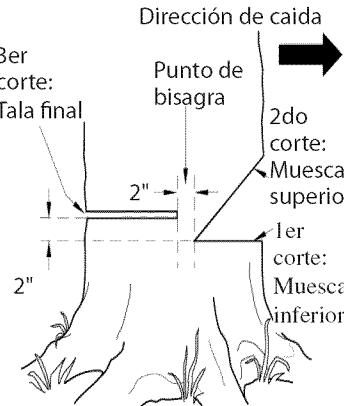

Figura 15 - Tala de un árbol
La preparación correcta de una muesca determinará la dirección en que caerá el árbol. Corte la muesca del lado del árbol correspondiente a la dirección en la cual desea que éste caiga (vea la Figura 15). Siga las instrucciones a continuación para cortar la muesca.
- Haga el corte inferior de la muesca tan cerca del suelo como sea posible. Sujete la sierra de modo que la barra de guía se encuentre en posición horizontal. Corte a través del tronco del árbol hasta atravesar 1/3 de su diámetro (vea la Figura 15). *Nota:* Haga siempre este corte inferior horizontal en primer lugar. Si la hace en segundo lugar, el árbol puede presionar la cadena o la barra de guía.
Por ejemplo: Si el corte inferior tiene una profundidad de 20 cm, comience el corte superior 20 cm por encima de aquél. Corte en dirección hacia abajo y a un ángulo de 45°. El corte superior de la muesca debe llegar y unirse al punto final del corte inferior (vea la Figura 15).
⚠ ADVERTENCIA: No atraviese el árbol completamente. Deje alrededor de cinco centímetros de diámetro sin cortar, directamente detrás de la muesca (vea la Figura 15). Esta porción sin cortar funciona a manera de bisagra. La bisagra ayuda a evitar que el árbol se tuerza y caiga en la dirección equivocada.
- Haga el corte de tala final 5 cm por encima del corte inferior de la muesca y sobre el lado opuesto del árbol (vea la Figura 15). Mantenga el corte de tala final paralelo al corte inferior de la muesca.